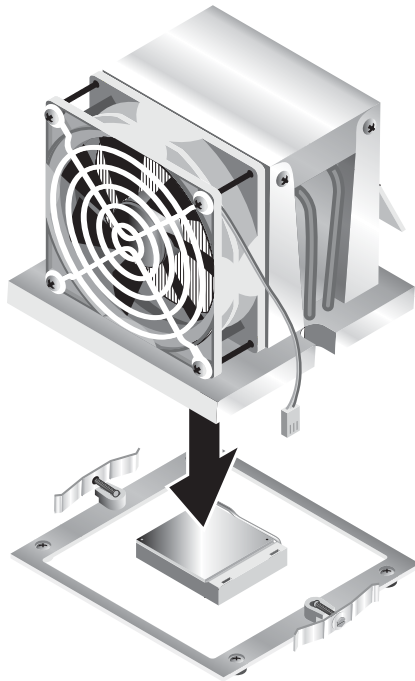

ABBILDUNG 4-12 Einbauen der Kühlkörper-/Lüfterbaugruppe
8. Setzen Sie die Kühlkörper-/Lüfterbaugruppe vorsichtig auf die CPU auf. Achten Sie hierbei von Anfang an auf die korrekte Ausrichtung mit den Befestigungen und vermeiden Sie jede unnötige Bewegung, nachdem der Kühlkörper mit der Wärmeleitpaste in Berührung gekommen ist (siehe ABBILDUNG 4-12).